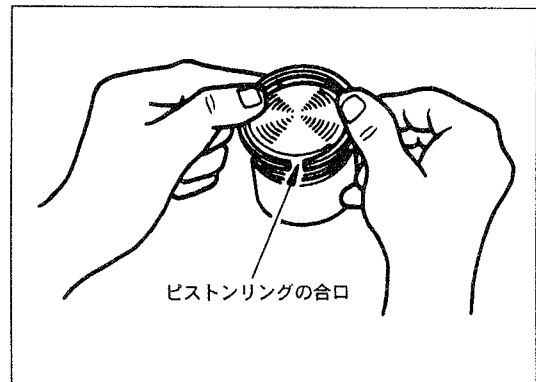

Fig.18
② ピストン及びリング
- (a) リングエキスパンダー工具が利用出来ない場合Fig18に示すようにピストンの第一ランドにリング合口を入れてリングを組付けます。次にピストンの回りをすべらすように足りるだけリングを広げて正規の溝に入れます。